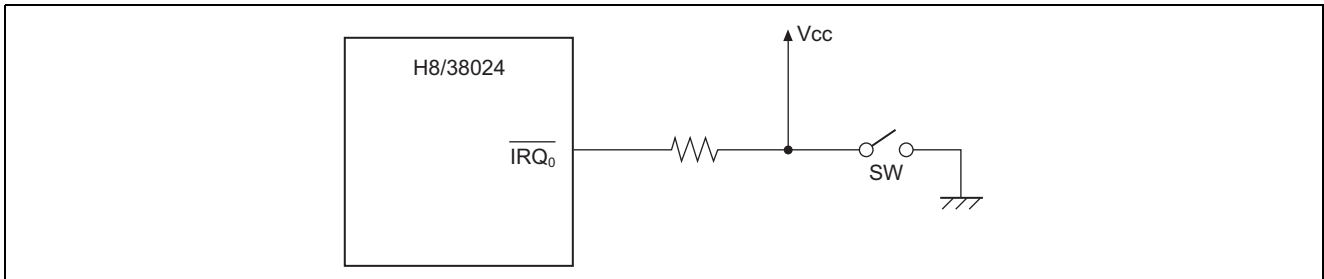

図 1 IRQ0 入力端子のスイッチ接続例
- (1) IRQ0 端子に接続したスイッチ入力のオンにより IRQ0 割込みを発生させ、16 ビットカウンタのカウンタアップを開始します。
- (2) IRQ0 割込みは、IRQ0 端子入力の立ち下がりエッジの検出により要求されます。
- (3) counter\_sub に設定した 16 ビットカウンタがオーバーフローするたびに LED の点灯、または消灯を行いません。
- (4) LED はポート 9 の P92 出力端子に接続されているものとします。
- (5) P92 は、大電流ポートです。
- (6) 図 1 に IRQ0 入力端子のスイッチ接続例を示します。